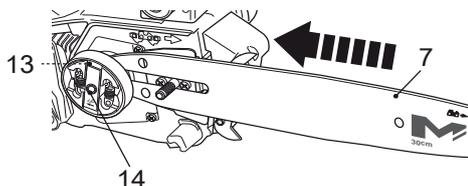

Fig. 2
- > Puis poussez le guide-chaîne [7] vers le pignon d'entraînement [13] situé à gauche, derrière l'embrayage [14] (Fig. 2).